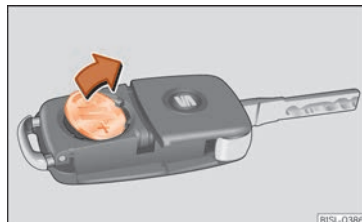

Fig. 88 Clé du véhicule : retirer la pile.
- Retirez la pile du compartiment à l'aide d'un objet fin approprié »» fig. 88.
- Placez la pile neuve comme indiqué »» fig. 88 et appuyez-la contre le logement des piles dans le sens contraire de la flèche »» ❷.